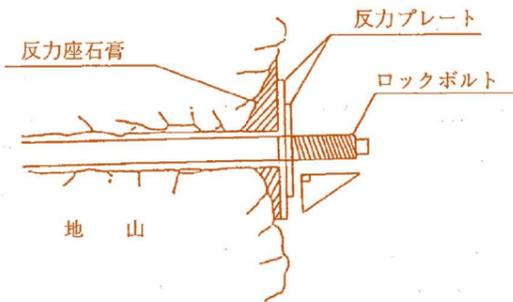
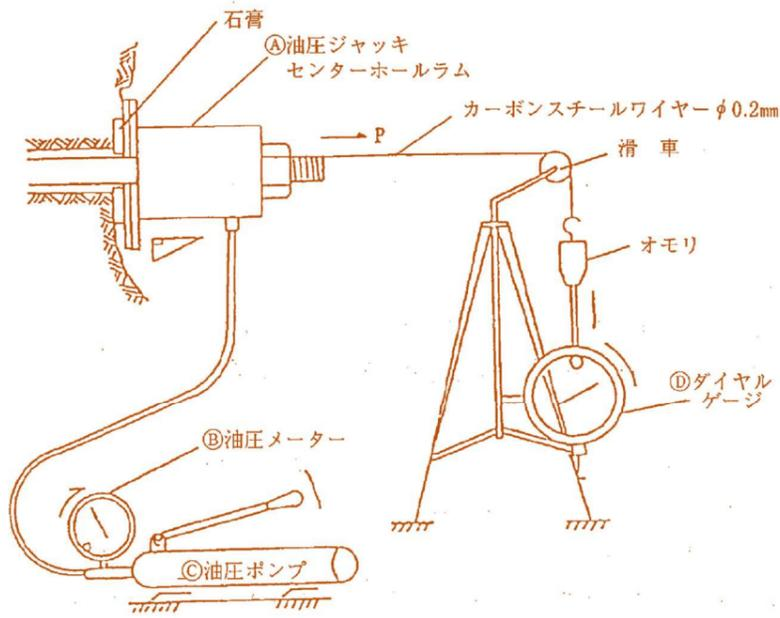

図4-2 反力座の設置
図4-3 引抜試験概要図
<p>2 レディーミクストコンクリートの品質確保について～ 5 公的試験機関での品質管理試験の実施について [略]</p> <p style="text-align: center;">6 ロックボルトの引抜試験</p> <p>(1) 計測の目的 ロックボルトの定着効果を確認することを目的とする。</p> <p>(2) 計測の要領 ロックボルトの引抜試験方法に従って行う。 実施時期は施工後3日経過後とし、引抜試験耐力はロックボルト引抜耐力の80%程度以上とする。</p> <p>(3) 結果の報告 計測結果は図4-1の要領で整理する。</p> <p>(4) 試験後のボルトの処置 引抜試験の結果が荷重変位曲線図4-1のA領域に留まっている状態の場合には、試験後のボルトはそのままとし、これを補うボルトは打設しないものとする。 図のB領域に入る場合には、その他のボルトの状況を判断して施工が悪いと思われるものについては、試験したボルトを補うボルトを打設する。また地山条件によると思われる場合には地中変位や、ロックボルトの軸力分布等を勘案して、ロックボルトの設計を修正する。</p> <div style="text-align: center;">  <p>図4-1 ロックボルト引抜試験</p> </div> <p>(ロックボルトの引抜試験方法) この方法はISRMの提案する方法に準拠したものである。 (International Society for Rock Mechanics, Commission on Standardization of Laboratory and Field Tests, Committee on Field Tests Document No.2, 1974)</p> <p>(1) 引抜試験準備 ロックボルト打設後に、載荷時にボルトに曲げを発生しないように図4-2のように反力プレートをボルト軸に直角にセットし、地山との間は早強石膏をはりつける。</p> <p>(2) 引抜試験 引抜試験は、図4-3のようにセンターホールジャッキを用い、油圧ポンプで1ton毎の段階載荷を行って、ダイヤルゲージでボルトの伸びを読み取る。</p> <p>(3) 全面接着式ボルトの場合の注意事項 (イ) 吹付コンクリートが施工されている時は、コンクリートを取りこわして岩盤面を露出させるか、あるいは、あらかじめ引抜試験用のロックボルトに、吹付コンクリートの付着の影響を無くすよう布等を巻いて設置して試験を行うのが望ましい。ロックボルトに歪みゲージを貼付けて引抜試</p>	<p>2 レディーミクストコンクリートの品質確保について～ 5 公的試験機関での品質管理試験の実施について [略]</p> <p>[追加]</p>